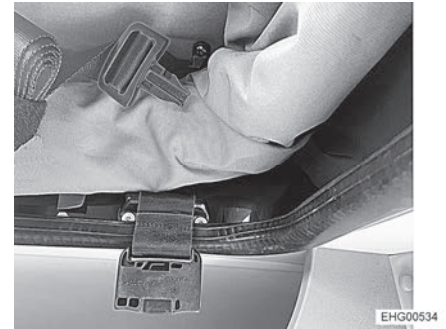

Fig. 98 Fibbia, aperta
- Chiudere e stringere le due fibbie (Fig. 98).